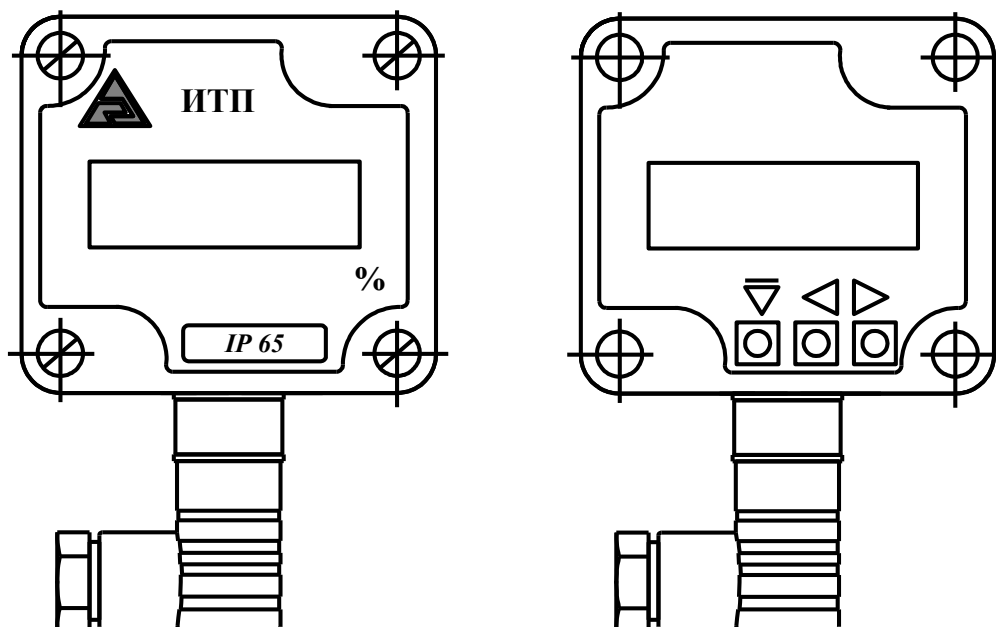
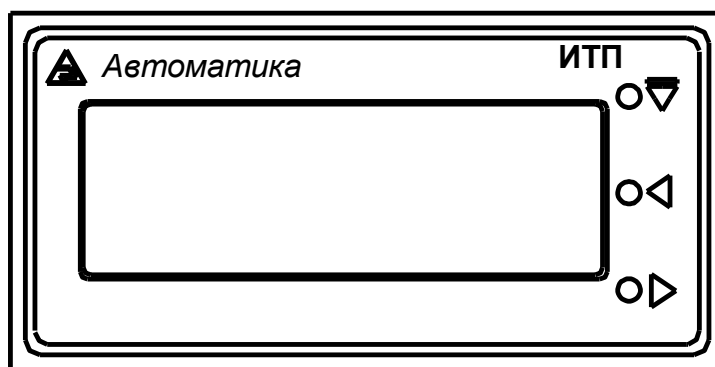

Рисунок 1 - Внешний вид передней панели прибора ИТП-Н1 и расположение кнопок (под крышкой)
Рисунок 2 - Внешний вид передней панели прибора ИТП-Щ1
5.3.3 На передней панели прибора (Рисунок 1, Рисунок 2) находятся:
- кнопки управления $\triangleleft \triangleright$ и ∇ (в ИТП-Н1 – под прозрачной крышкой; смотри Рисунок 1).